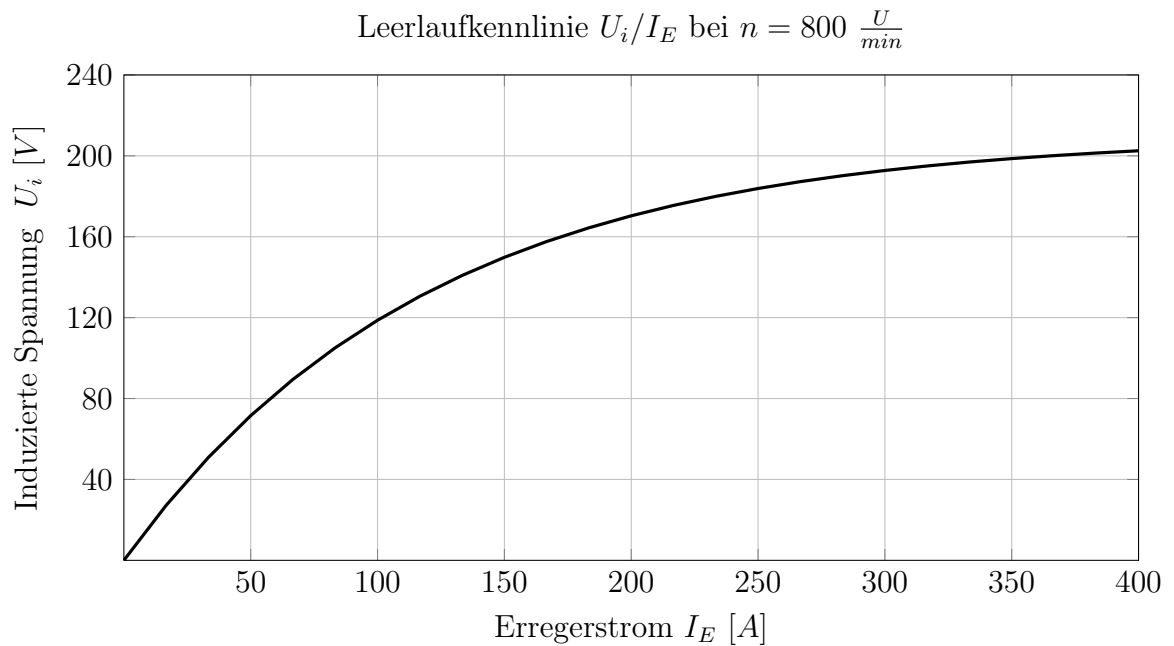

Abbildung 3: Leerlaufkennlinie
Eine Leerlaufkennlinie $\frac{U_i}{I_E}$ bei $n = 800 \frac{U}{min}$ ist gegeben (siehe Abb.3).
- Da es sich hier um eine **Reihenschluss**-Gleichstrommaschine handelt, ist der Strom, welcher durch die Erregerwicklung geht gleich dem Strom durch den Anker $I_A = I_E$. Aus der Abb.3 wird bei $I_A = 280 \text{ A}$ die Induzierte Spannung $U_i = 190 \text{ V}$ abgelesen. Das Moment errechnet sich nach Glg.(??).
3. Bei einem geänderten Ankerstrom wird auch eine andere Spannung induziert, wodurch $k_1 \Phi$ neu bestimmt werden muss. Aus der Abb.3 wird bei $I_A = 140 \text{ A}$ die Induzierte Spannung $U_i = 150 \text{ V}$ abgelesen. Das Moment errechnet sich nach Glg.(??).